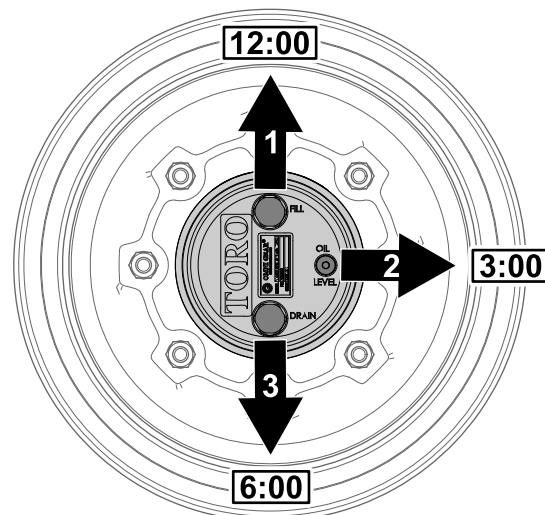

Figura 60
1. Aparque la máquina en una superficie nivelada y coloque la rueda con el tapón de llenado en la posición de las 12, el tapón de verificación en la posición de las 3 y el tapón de vaciado en la posición de las 6 (**Figura 60**).
2. Retire el tapón de verificación de la posición de las 3 (**Figura 60**).
1. Aparque la máquina en una superficie nivelada y coloque la rueda con el tapón de llenado en la posición de las 12, el tapón de verificación en la posición de las 3 y el tapón de vaciado en la posición de las 6; consulte la Figura 60 en Comprobación del lubricante de la caja de engranajes planetarios (página 59).